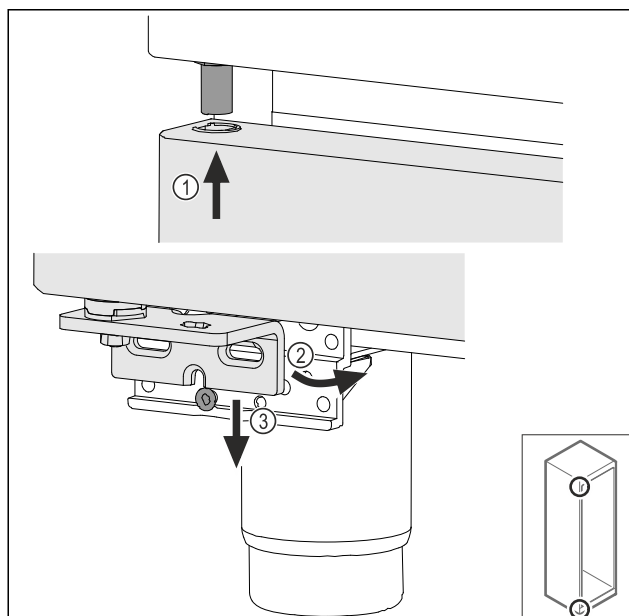

Fig. 44
- Inserire la porta leggermente inclinata in alto Fig. 44 (1),addrizzare la porta Fig. 44 (2) e posizionarla in basso sulla vite del blocco di supporto Fig. 44 (3).